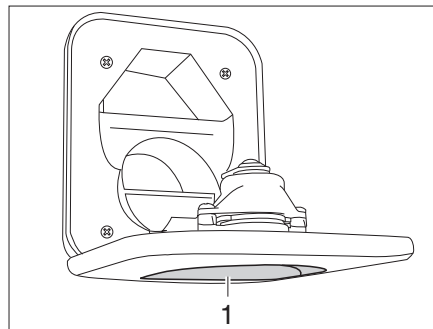

Fig. 242 Tubo de llenado de agua potable para el inodoro
- Abrir el tubo de llenado de agua potable para el inodoro (Fig. 242,1) encima de la trampilla para el cassette Thetford y girarlo hacia abajo.